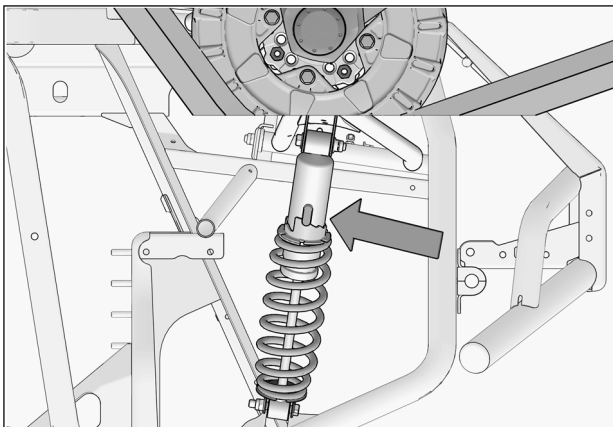

Fig. 25
1. Vérifier l'ajustement de la suspension; si les amortisseurs sont réglables, ils doivent être réglés au niveau le plus ferme pour permettre un maximum de dégagement entre les systèmes et les ailes du véhicule. Voir la Fig. 25